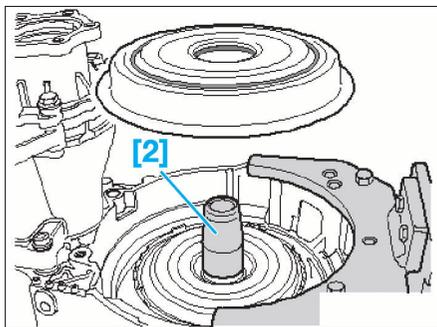

FIG. 15
- [2]. Douille de montage du couvercle arrière (ref. T10302) (Fig.15).
- Retirer maintenant l'outil hors du couvercle par le haut et le placer sur l'arbre de l'embrayage (Fig.15).